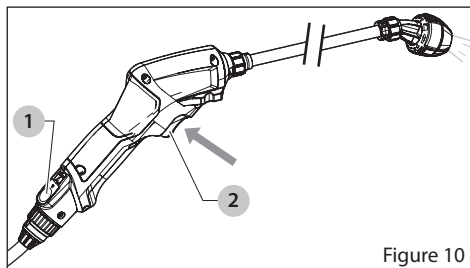

Figure 10
1. Pousser l'interrupteur d'alimentation (1) en position « ON » (Marche). Le voyant au-dessus de l'interrupteur s'allume. Voir Figure 10.
2. Orientez l'outil de lance électrique dans la direction de pulvérisation souhaitée et appuyez sur la détente (2).
3. Pour éteindre l'outil de lance électrique, poussez l'interrupteur d'alimentation (1) en position « OFF » (Arrêt). Le voyant au-dessus de l'interrupteur s'éteint.